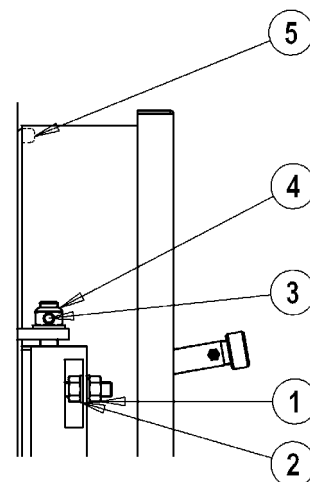

fig. 9
5.6.1 Per modelli MEGAPREX 92N+600N (Fig. 9)